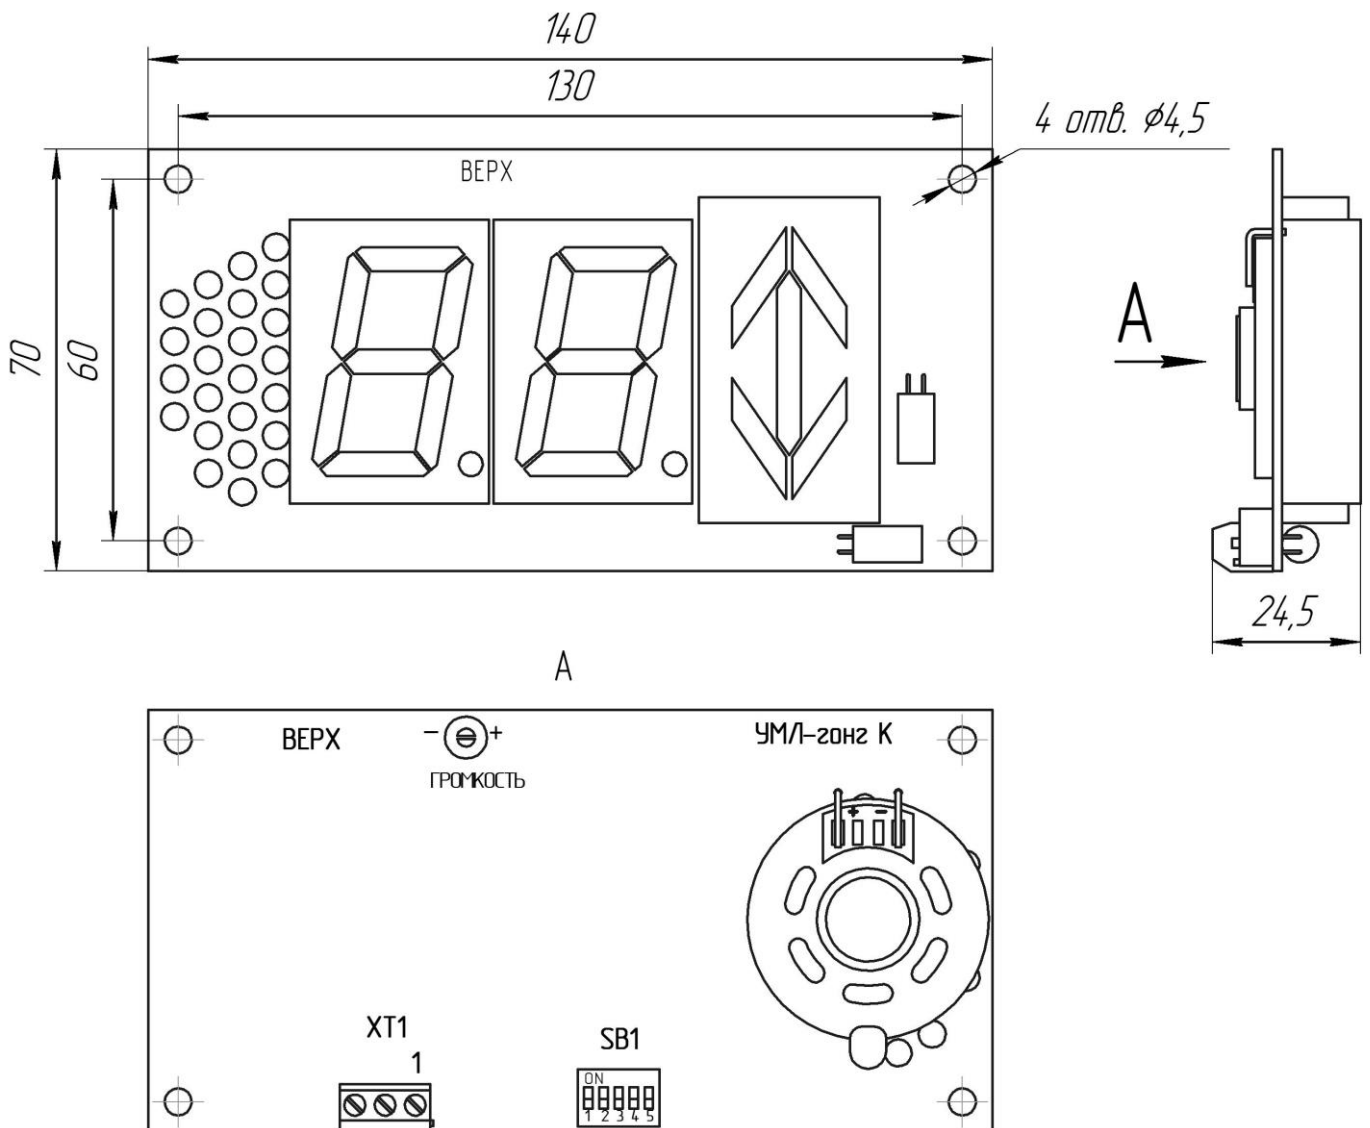

Рис.1. Габаритные и установочные размеры указателя УМЛ ГОИГ(К).
- 4.1 Подключить указатель УМЛ ГОН Г(К) в соответствии с таблицей 1. Расположение разъема и нумерация контактов показаны на рис.1.